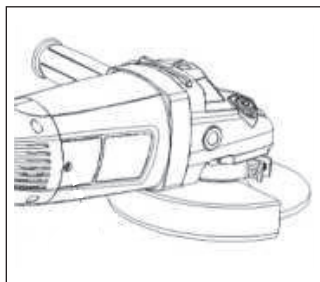

Fig. 8
■ Sustitución de las escobillas de carbón (fig. 8)